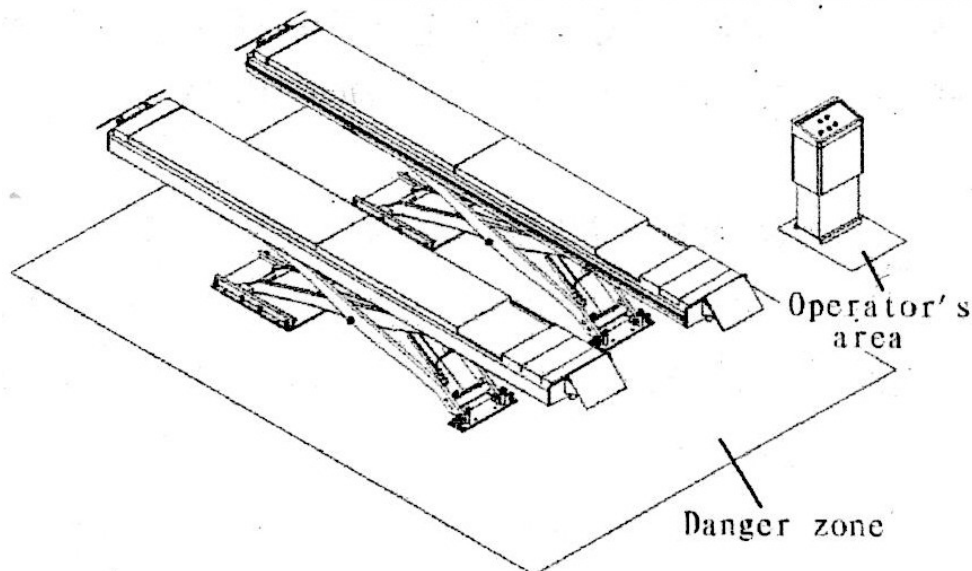

Рис.6. Рабочие зоны.
Во время подъема или опускания подъемника оператор должен оставаться в зоне стойки управления. Присутствие людей внутри зоны повышенной опасности (Рис. 6.) категорически запрещается. Персоналу, выполняющему ремонт автомобиля, разрешается находиться под ним, только когда подъемник находится в поднятом состоянии, платформы подъемника неподвижны и механические защитные устройства сработали.
- запрещается входить в зону безопасности во время подъема автомобиля (Рис.6);